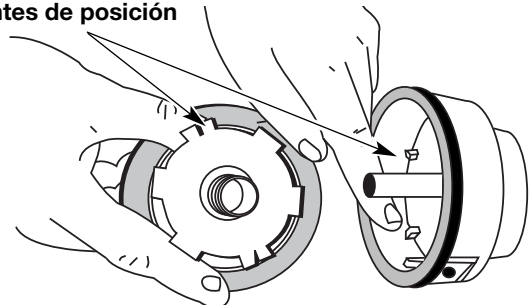

Fig. 17
5. Verifique el desgaste de los dientes de posición del carrete interior y bobina exterior (Fig. 17). Si es necesario, saque la rebaba o cambie el carrete y la bobina.